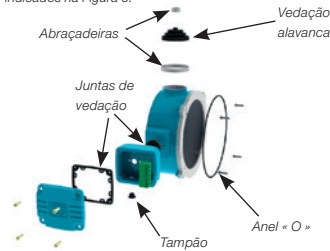

Figura 6 - Elementos de vedação do freio W-Easy Maintenance
2) Para freio W-Easy Maintenance, os elementos de vedação estão indicados na Figura 6.
- Para motores fornecidos com alavanca de destravamento manual, recolocar a alavanca e a sua vedação (a qual deve ser fixa através de abraçadeiras - ver Figura 6).